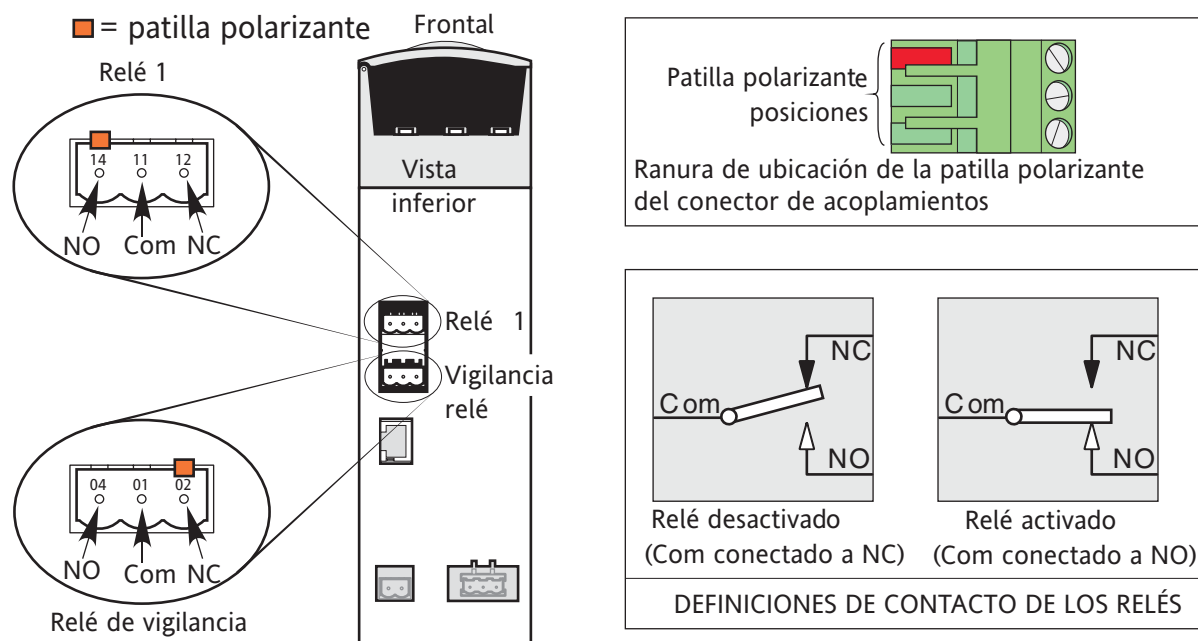

Figura 2.2.1d Situación y patilla del conector del relé.
El relé de vigilancia está unido a un conector bajo la módulo de control (figura 2.2.1d).
Este relé, incluido de serie, está situado junto al relé de vigilancia (figura 2.2.1d). La activación/desactivación de la bobina del relé se controla mediante software y puede ser configurada por el usuario. Los términos Normalmente abierto (NO) y Normalmente cerrado (NC) se refieren al relé en su estado desactivado.